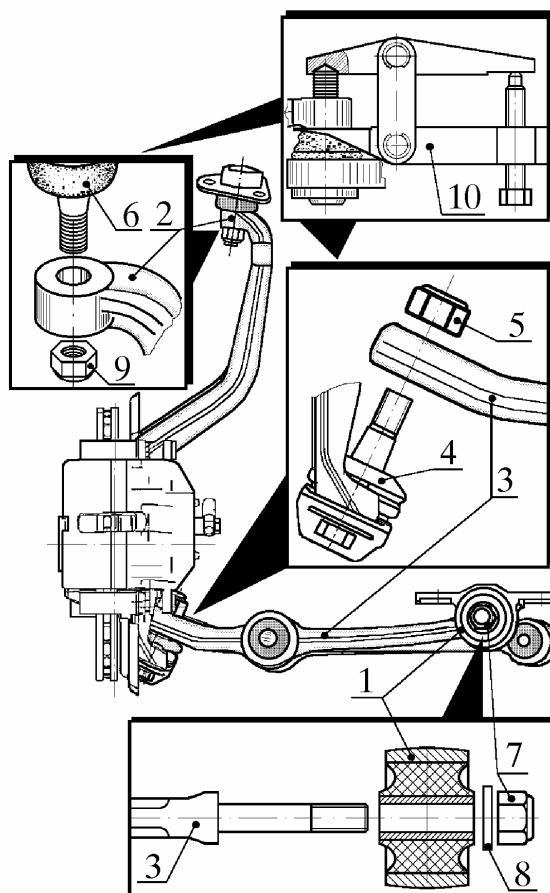

Рис. 1. Снятие задней опоры, верхнего шарнира и нижнего рычага с сайлентблоком и шарниром амортизатора в сборе:
4.2. Снять заднюю опору 1 (рис. 1) нижнего рычага 3, отвинтив и сняв гайку 7 с шайбой 8